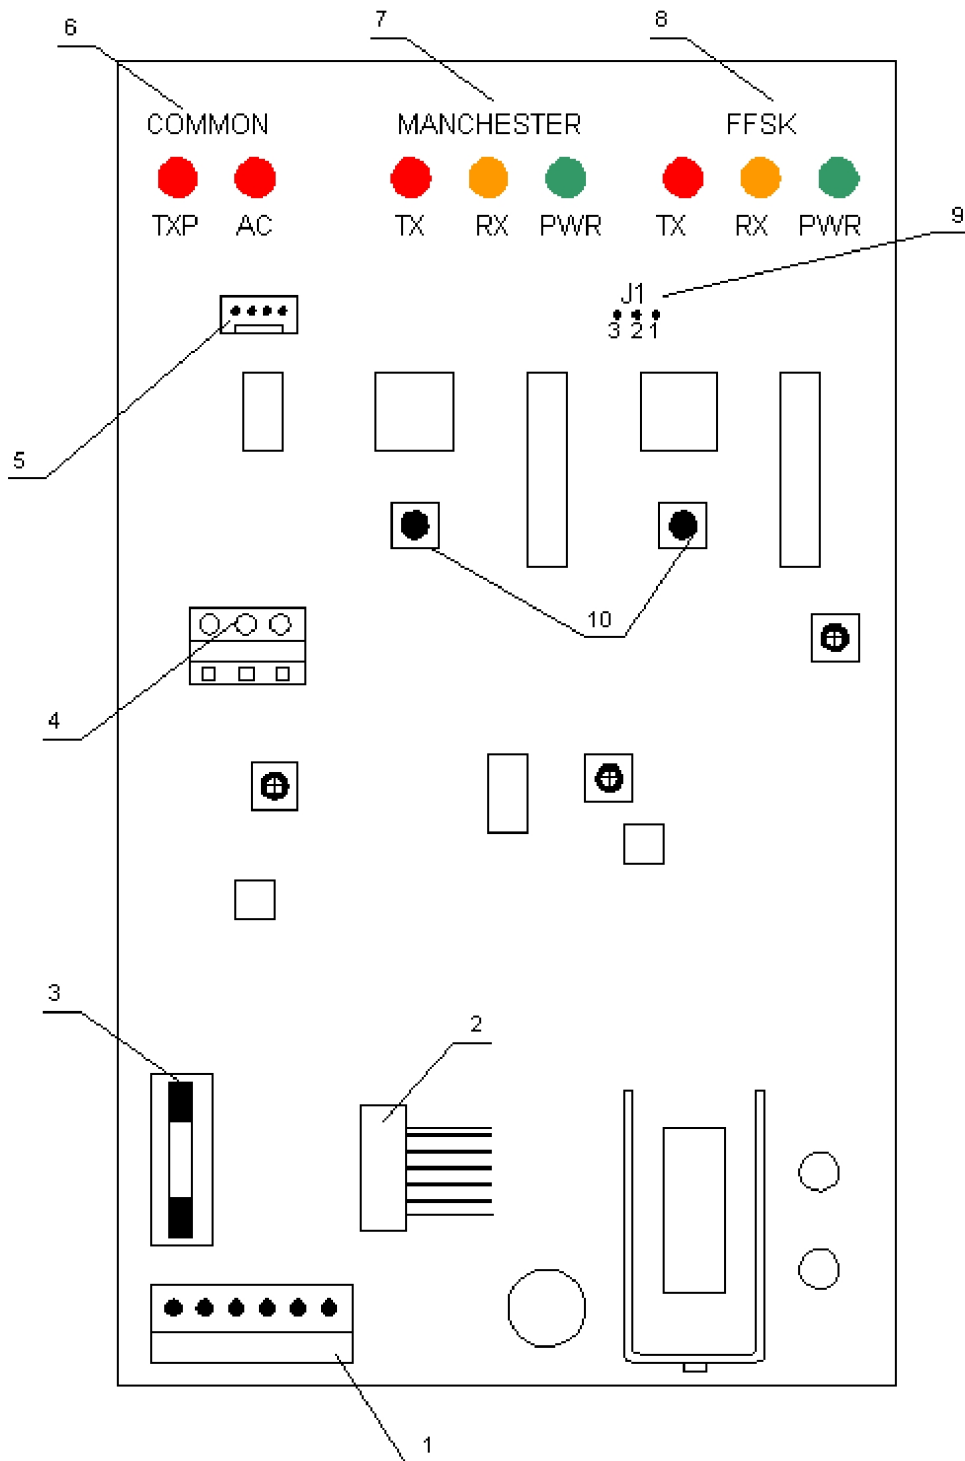

рис.1
1. Общая индикация устройства (6 на рис.1) – представлена двумя диодами индикации:
3. Индикация для ретранслятора, использующего формат Cortex1000 (7 на рис.1):
4. Индикация для ретранслятора, использующего формат Cortex4000 (8 на рис. 1):